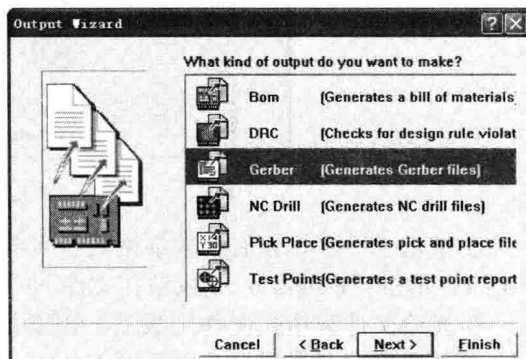

图 1-2 选择输出加工文件类型
② 单击下一步 (Next)，提示输出加工文件类型，如图 1-2 所示，首先选择 Gerber 文件格式。